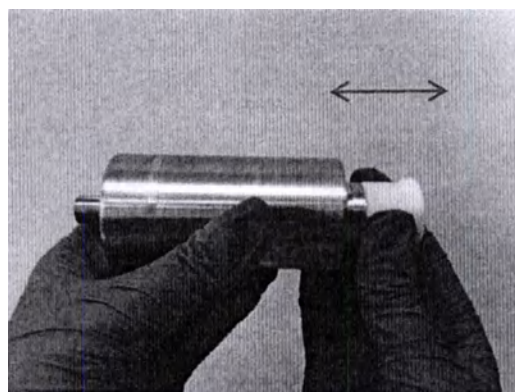

Рис. 12.20 – Защитный колпачок 1 волоконного адаптера
12.9.2.1 Снимите защитный колпачок 1 с волоконного адаптера для этого необходимо потянуть защитный колпачок на себя (на рис. 12.20 стрелочкой указано направление движения).